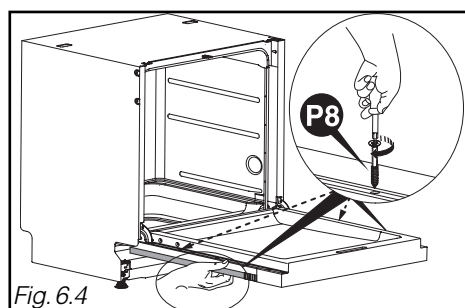

Fig. 6.4
- Abrir a porta da máquina de lavar louça segurando o painel placado na porta. Centrar o painel de madeira lateralmente se necessário em relação ao painel. Pôr os 2 parafusos **P8** (Fig. 6.4).